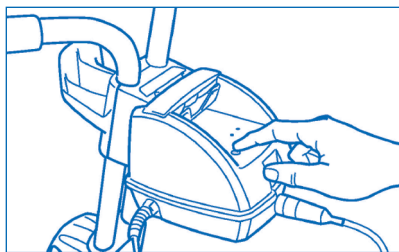

Figura 8
- Para detener el limpiafondos durante el programa, pulse la tecla . **Figura 8.**